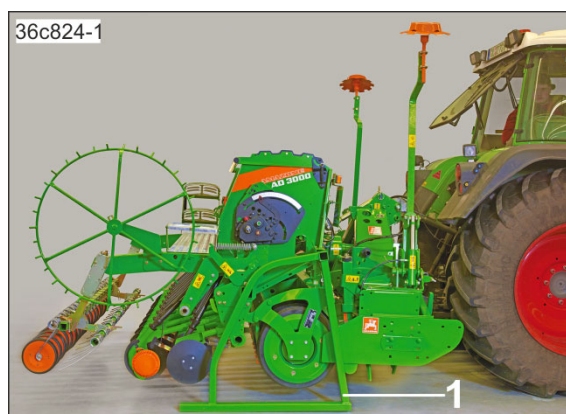

Fig. 136
9. Pousser les 2 béquilles (Fig. 136/1) jusqu'en butée dans le logement.